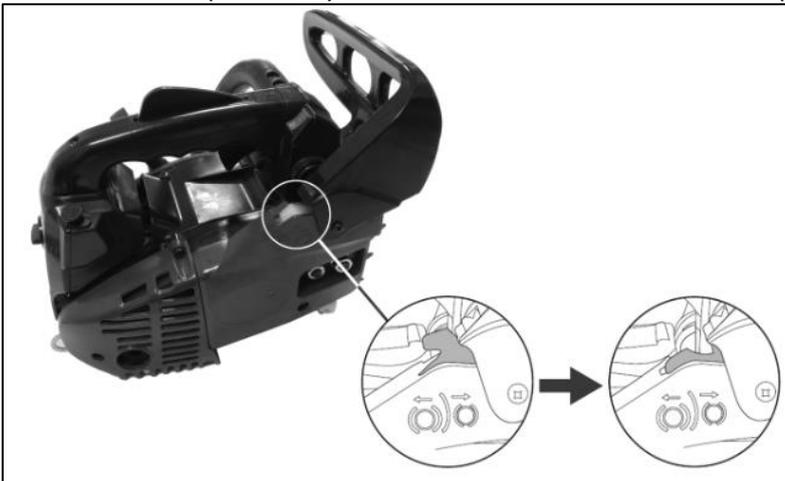

Fig.5
- 2) Positionner le Corps de Tronçonneuse comme en Fig. 5 et s'assurer que le frein (chaîne) de sécurité est désactivé (flèche Fig. 5).